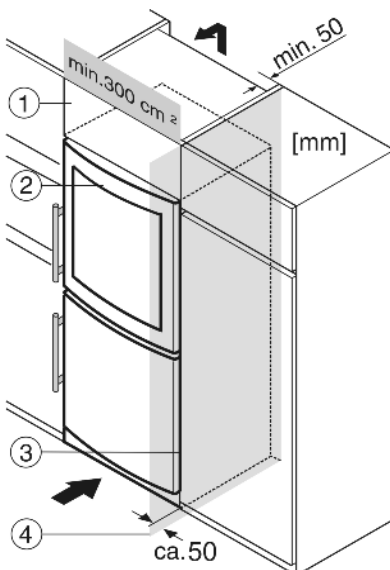

Fig. 20
Устройство может быть окружено предметами кухонной обстановки. Чтобы уравнивать устройство Fig. 20 (2) по высоте с кухонной стенкой, можно установить над устройством соответствующий дополнительный шкафчик Fig. 20 (1).
При комбинировании с обычными кухонными шкафами (глубина макс. 580 мм) устройство можно установить непосредственно рядом с кухонным шкафом Fig. 20 (3). Дверца устройства выступает по сторонам на 34 мм и по центру устройства на 50 мм относительно передней стенки кухонного шкафа. Поэтому ее можно свободно открывать и закрывать. Важно для вентиляции:
Если устройство установлено на шарнирах у стены Fig. 20 (4), то расстояние между устройством и стеной должно быть не менее 50 мм. Настолько выступает ручка при открытой дверце.